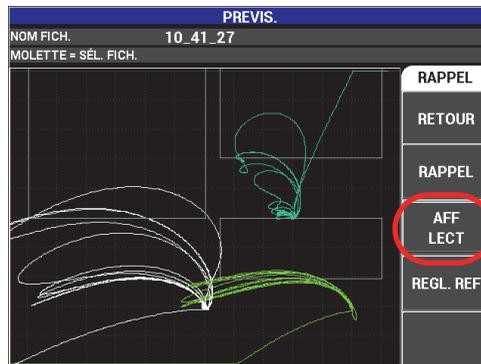
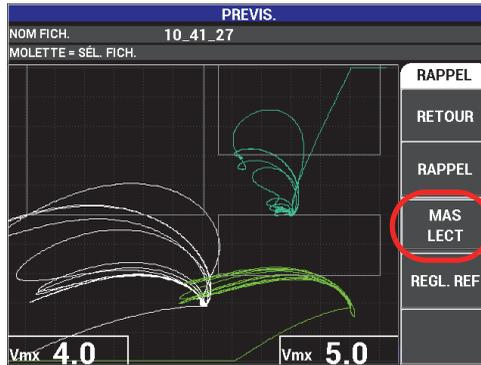

Figure 4-13 Fonction AFF LECT (afficher les lectures)
Figure 4-14 Fonction MAS LECT (masquer les lectures)
- Afficher ou masquer les lectures en appuyant sur la touche C (voir la Figure 4-13 à la page 106 et la Figure 4-14 à la page 107).